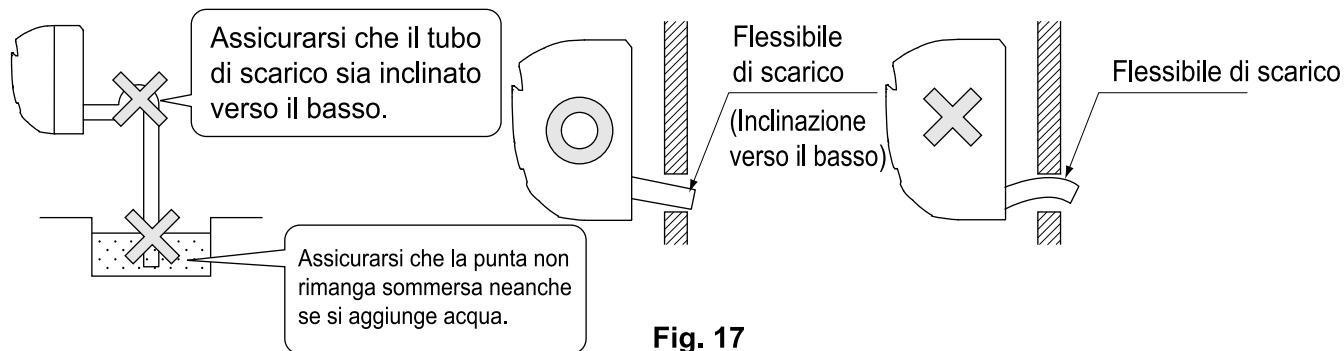

Fig. 17
(1) Installare la tubazione di drenaggio. (Vedere la Fig. 17)